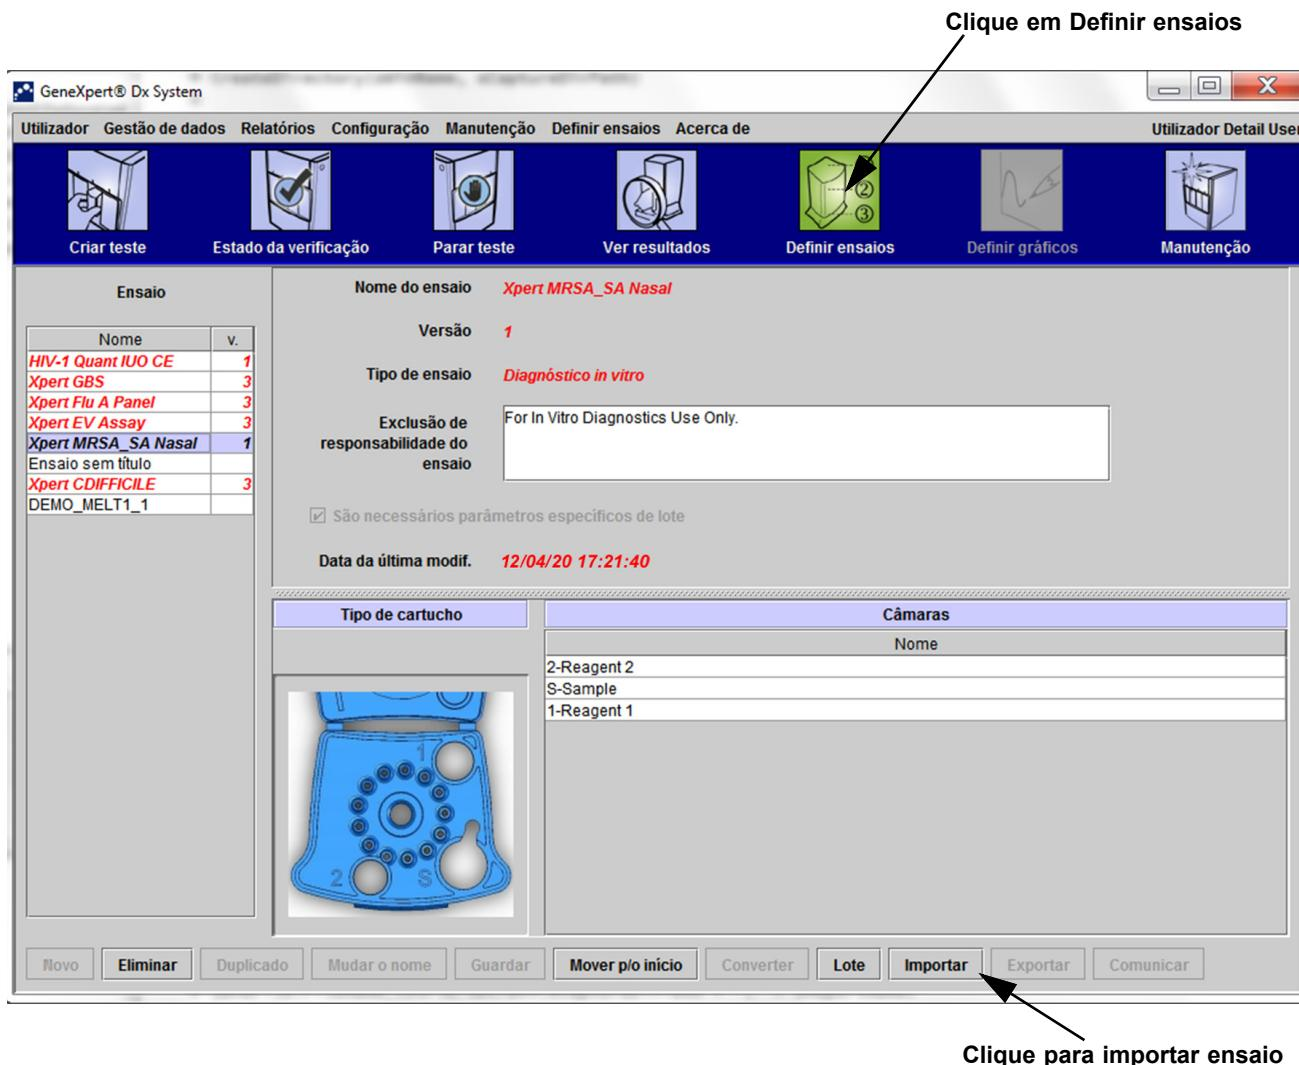
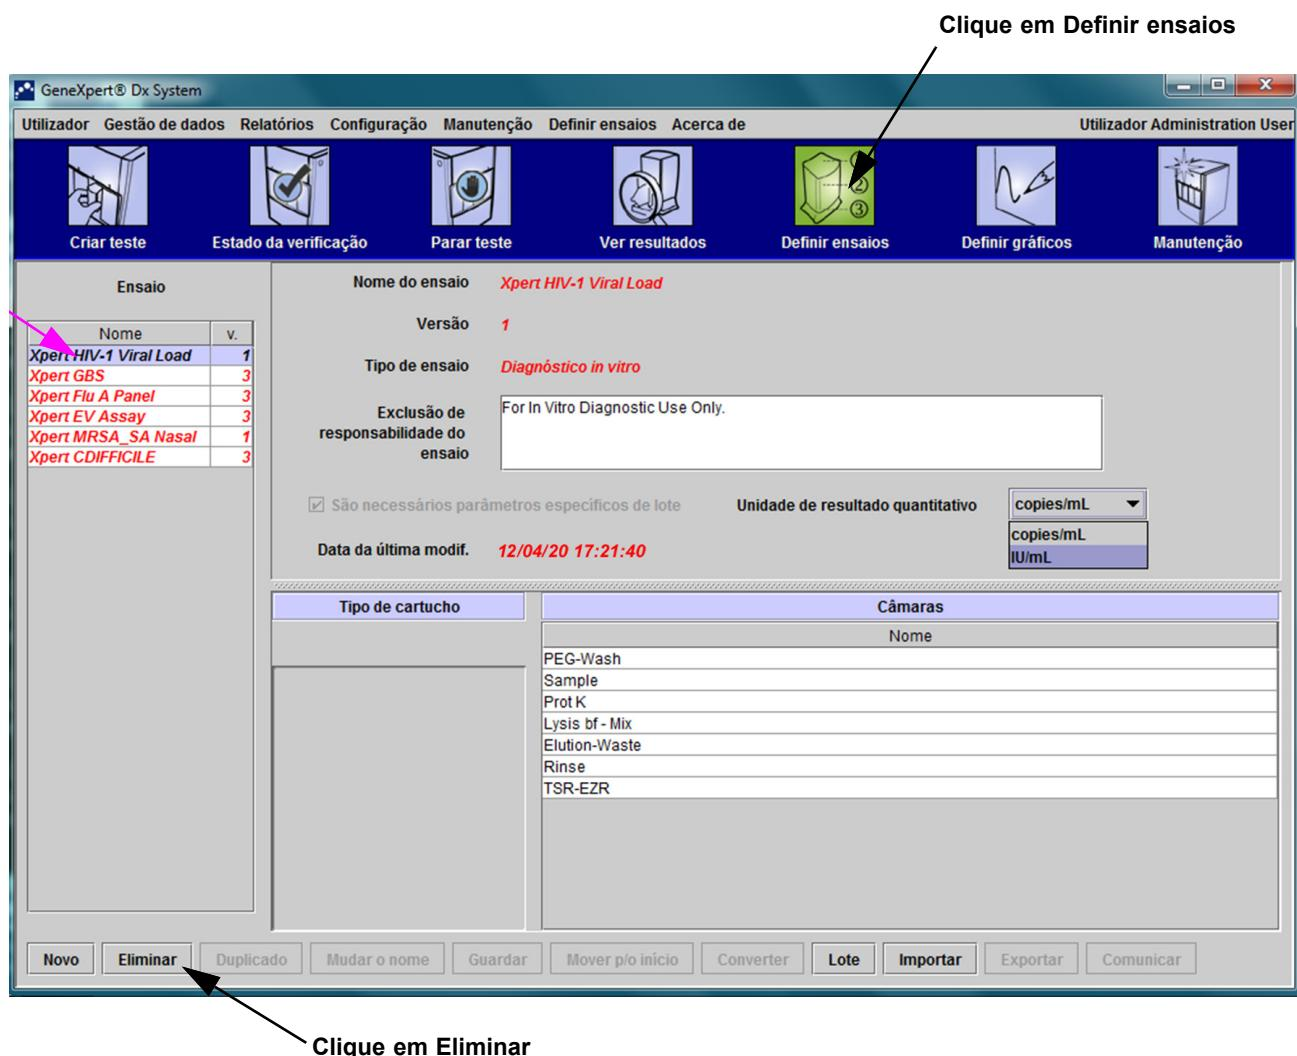

Figura 2-91. Sistema – Janela Definir ensaios (vista de utilizador Detalhe)
Figura 2-93. Sistema GeneXpert Dx – Janela Definir ensaios (vista de utilizador Administrador)
1. Na janela GeneXpert Dx System, clique em **Definir ensaios** na barra de menus. É apresentada a janela Definir ensaios. A figura 2-93 mostra a janela Definir ensaios do administrador do Sistema GeneXpert Dx. A janela dos utilizadores Detalhe e Básico tem menos funções. Consulte a figura 2-91.
Depois de importar um ensaio quantitativo, é possível alterar a Unidade do resultado quantitativo. Consulte a figura 2-93.
1. Para eliminar um ficheiro de definições de ensaios, na janela Definir ensaios (consulte a figura 2-93), seleccione o nome do ensaio na lista Ensaio (no lado esquerdo da janela) e, em seguida, clique em **Eliminar**. É apresentada uma mensagem de confirmação.